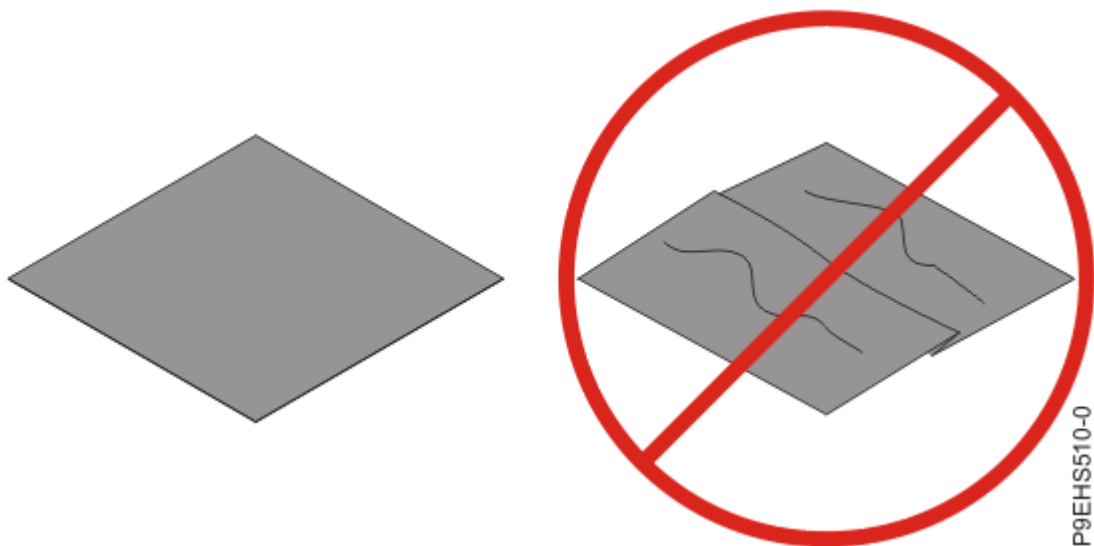

図 87. 熱伝導材料の検査
6. 熱伝導材料 (TIM) を調べて、目に見える損傷がないか確認します (108 ページの図 87 を参照)。折り目、裂け目、曲がりが見られたり、TIM に疑念を覚えたりする場合は、TIM を取り替えてください。